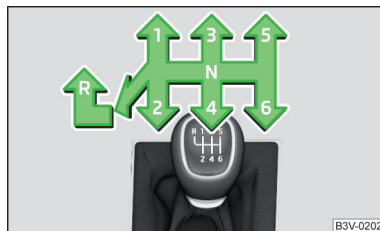

Fig. 258
En la palanca de cambios se presenta el esquema de cambio para cada posición de marcha » fig. 258.
- Presionar hacia abajo la palanca de cambio y colocarla completamente hacia la izquierda y luego hacia adelante en la posición **R** » fig. 258.